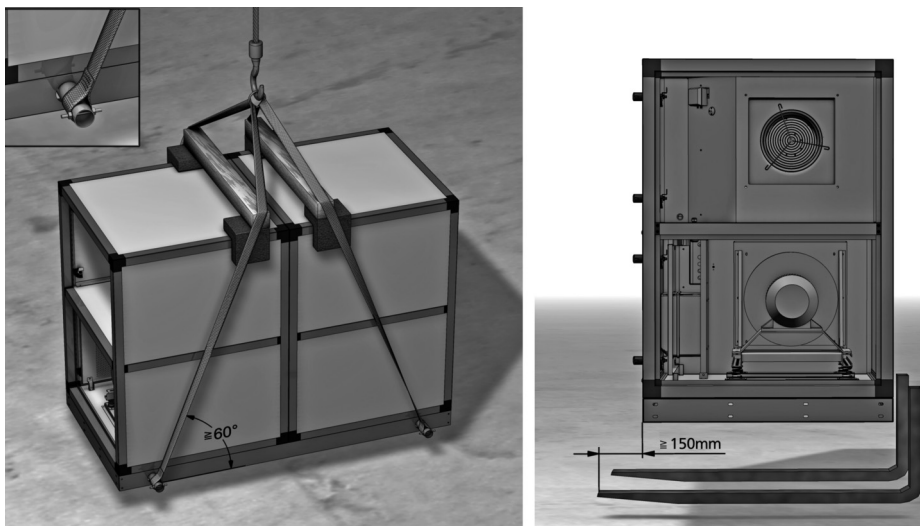

Abb. 5: Anheben und Transport
- Beachten Sie zum Anheben und Transport die Abb. 5!